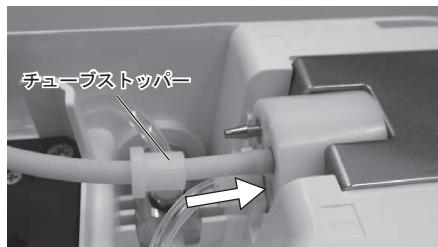

図39
- 9) ポンプチューブを取り外しと逆の手順で取り付け、チューブストッパーを奥までしっかりと挿し込んでください。(図 39)